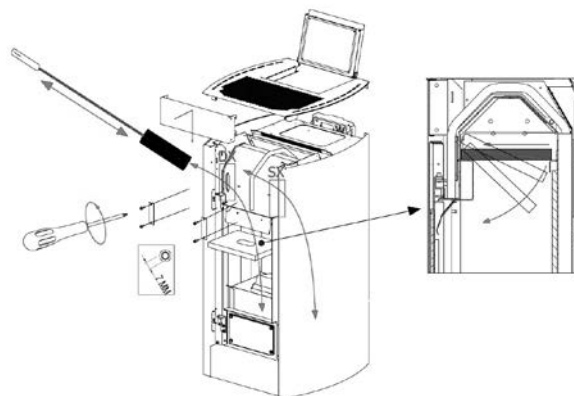

Fig. 92 - Nettoyage
- Retirer le déflecteur supérieur (voir **Fig. 92**), aspirer l'éventuelle cendre et nettoyer les parois internes de la chambre de combustion.